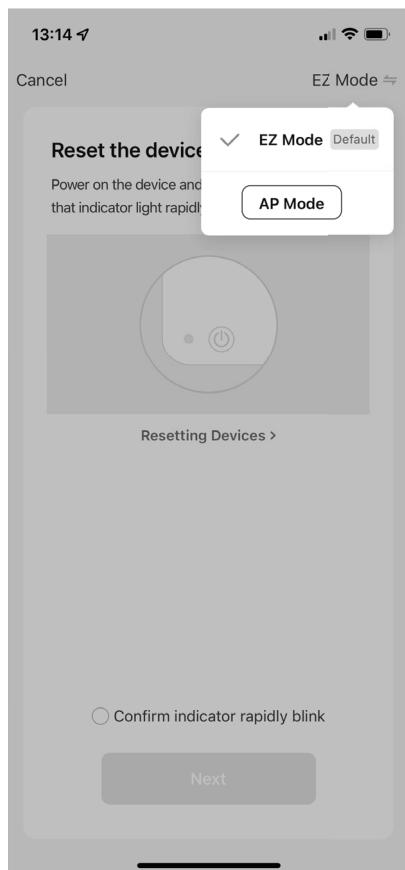

Fig. 5
- En la ventana de selección, elija el **MODO AP** (fig. 5).